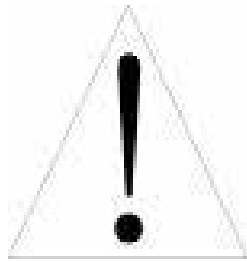

Bild 5.3 - Richtig gestapelt
3. Die Füße der oberen Kiste müssen immer auf den Holzunterlegklötzen (Bild 5.3) und nicht auf den Stahlbändern der Kiste aufliegen und niemals ohne Abstützung bleiben;